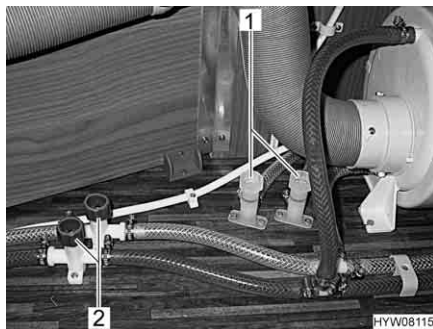

Fig. 120 Rubinetti di scarico per scaldacqua
- Chiudere tutti i rubinetti di scarico. Ruotare i coperchi (Fig. 120,1 e 2) in senso orario.
- Aprire tutti i rubinetti di scarico. A tal fine ruotare i coperchi (Fig. 120,1 e 2) in senso antiorario.